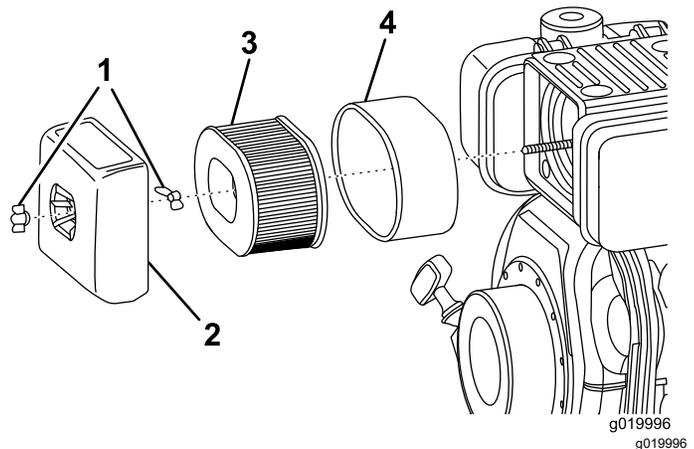

Figure 33
3. Retirez l'écrou à oreilles de fixation du couvercle du filtre à air (Figure 33).
6. Déposez les éléments en mousse et papier de la base (Figure 33).
7. Sortez l'élément en mousse de l'élément en papier (Figure 33).